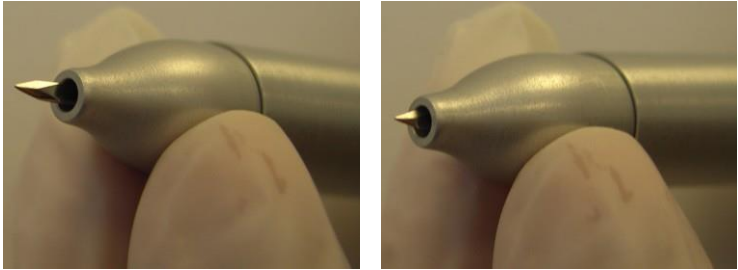

Figure 3-75. Réglage de la longueur de la lame d'incision
- Utilisez l'ajusteur situé au niveau de la tête de la pièce à main pour régler la longueur de la lame d'incision, comme illustré à la Figure 3-75.